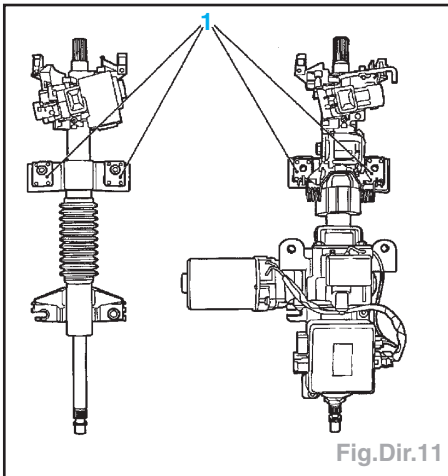

Fig.Dir.11
- Contrôler le bon positionnement du patin de rupture (1) (Fig.Dir.11).